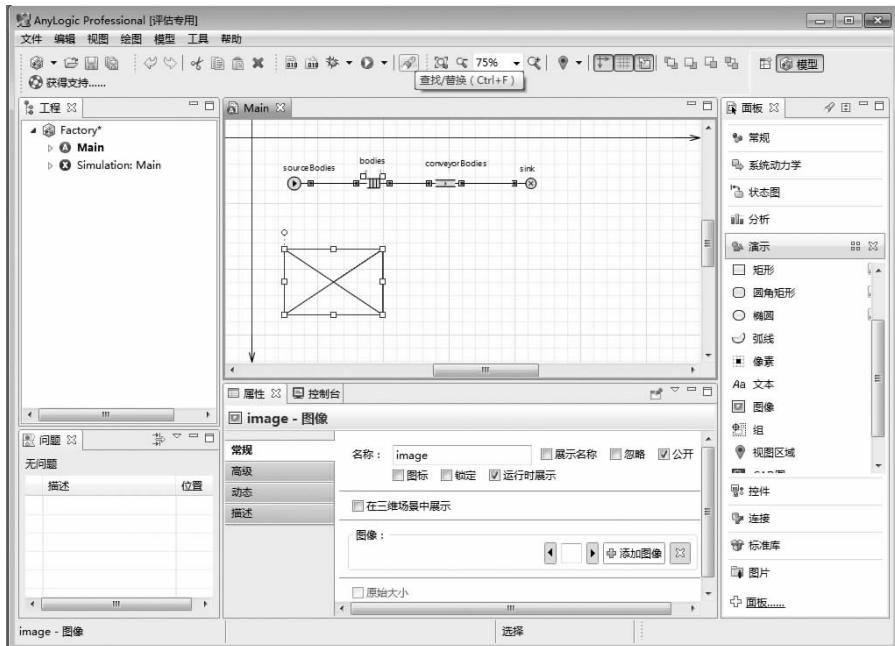

图 3-19 将图像对象添加到图纸中
(2) 拖曳面板中的图像对象到图纸中，如图 3-19 所示。